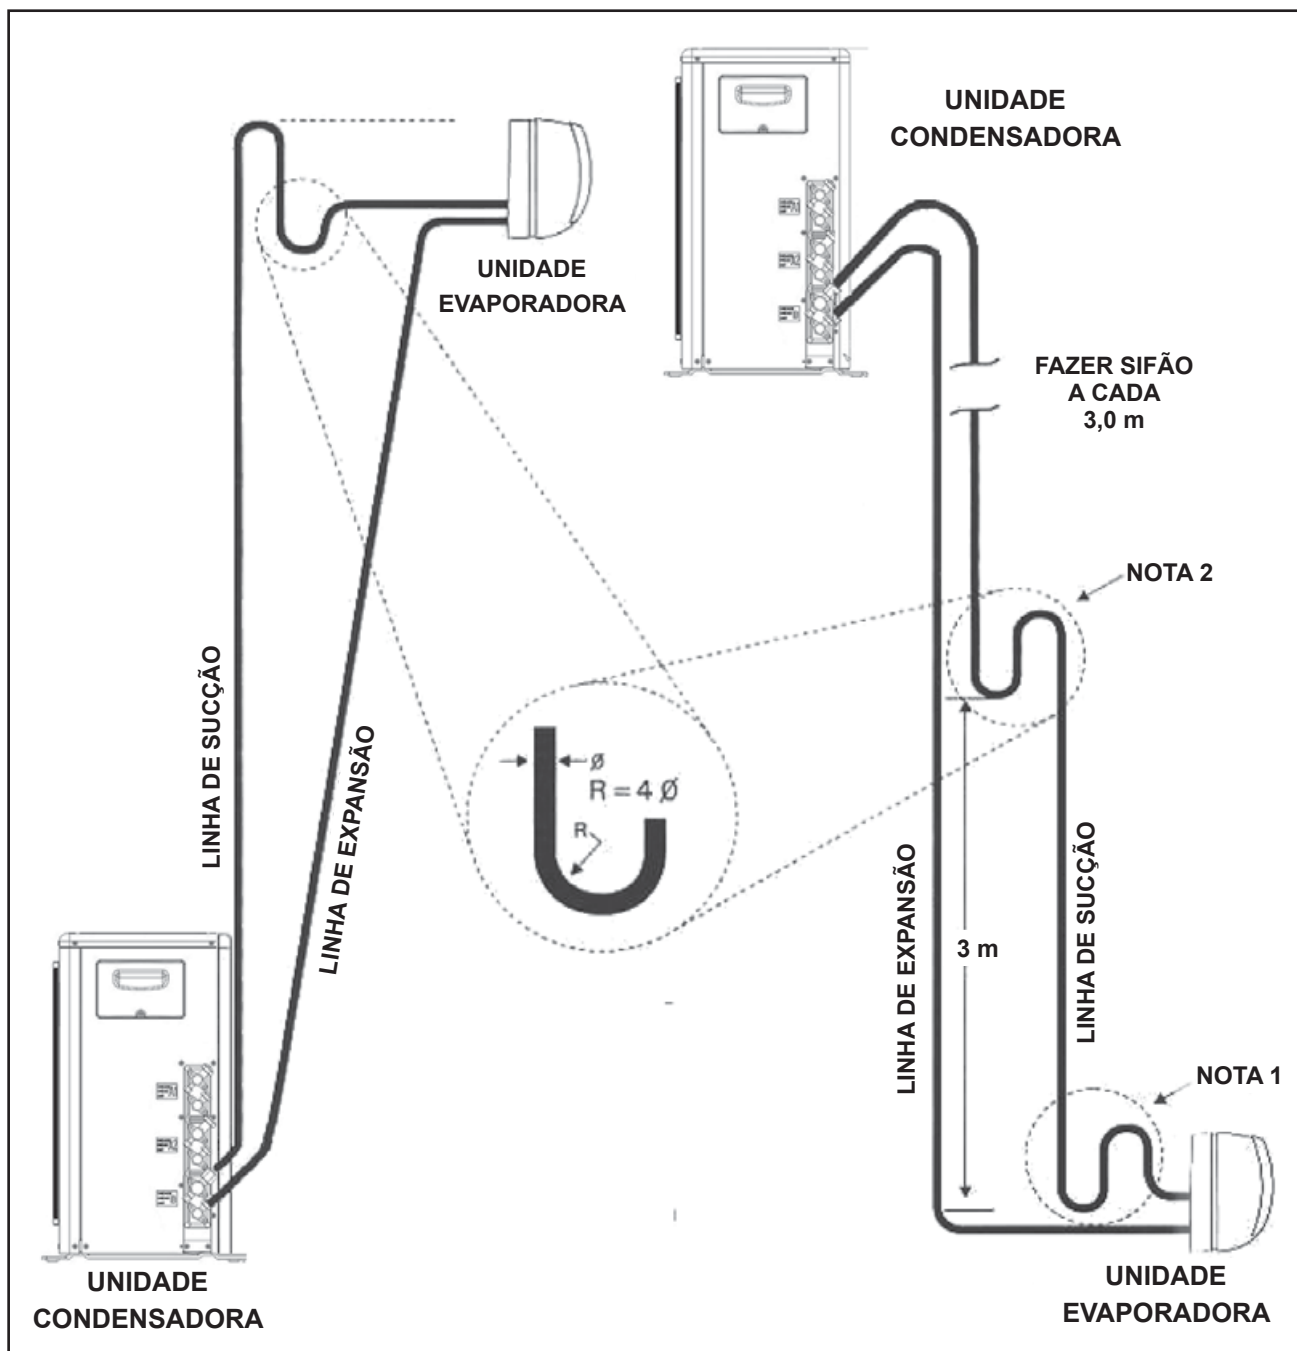

FIGURA 18 - SIFÃO NAS LINHAS DE SUCCÃO
- No caso de haver desnível entre 4 e 5 metros entre as unidades e estando a evaporadora em nível inferior, deve ser instalado na tubulação de sucção um sifão (ver figura 18).
- No caso de haver desnível entre 4 e 5 metros entre as unidades e estando a evaporadora em nível inferior, deve ser instalado na tubulação de sucção um sifão para cada 3 metros desnível (ver figura 18).
- Nas instalações em que estiverem a unidade condensadora e a evaporadora no mesmo nível ou a evaporadora em um nível superior, deve ser instalado logo após a saída da evaporadora, na tubulação de sucção, um sifão, seguido de um “U” invertido, cujo nível superior deste deve estar ao mesmo plano do ponto mais alto do evaporador. Convém também informar que deverá haver uma pequena inclinação na tubulação de sucção no sentido evaporadora-condensadora (ver Figura 18).